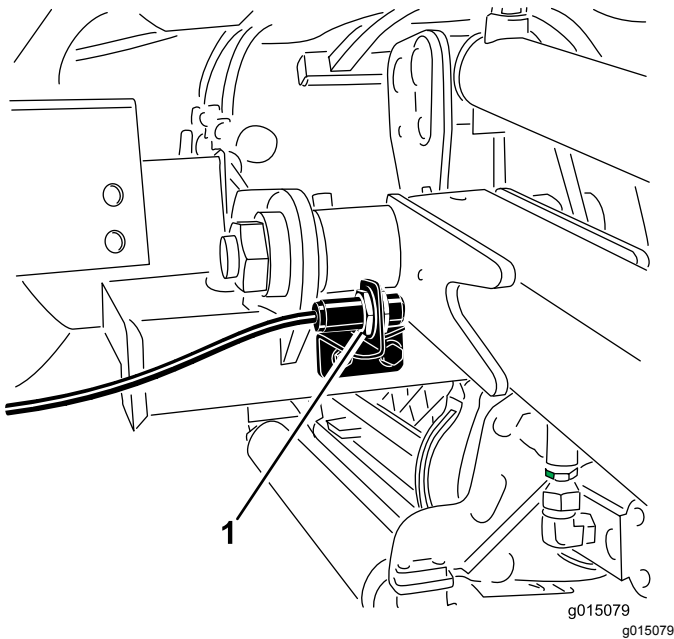

Bild 59
2. Der Hubarmschalter befindet sich hinter dem rechten vorderen Hubarm (**Bild 59**).
3. Lösen Sie die Befestigungsschrauben des Schalters (Bild 59) und schieben den Schalter nach oben, um die Wendehöhe des Hubarms zu erhöhen, oder schieben Sie den Schalter nach unten, um die Wendehöhe des Hubarms zu verringern.